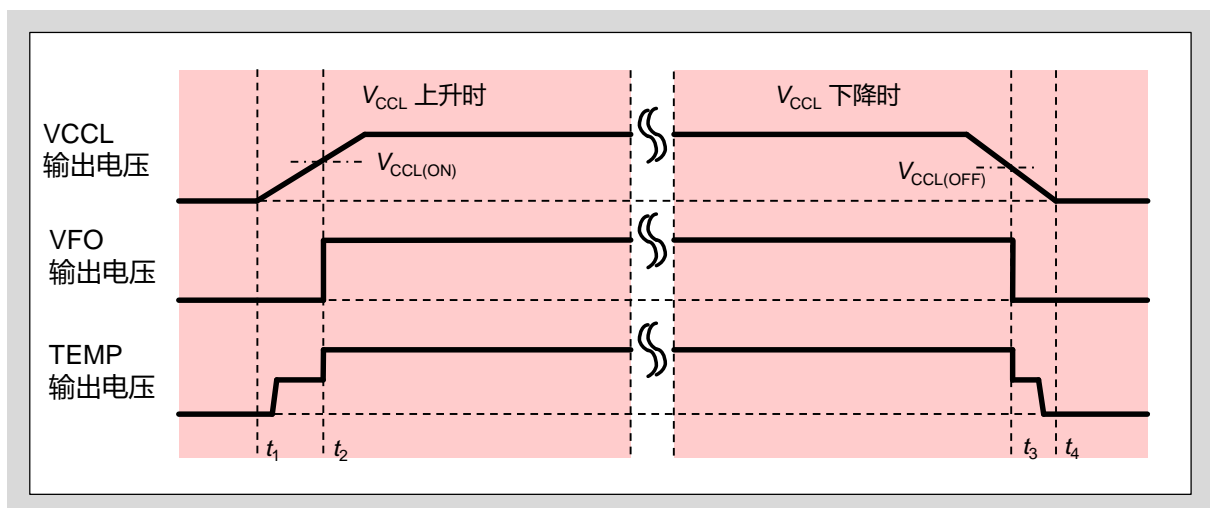

图3-26 IPM 上电和断电时 TEMP 引脚的动作时序
- 图3-26显示了电源上电和断电时 TEMP 引脚的动作时序。